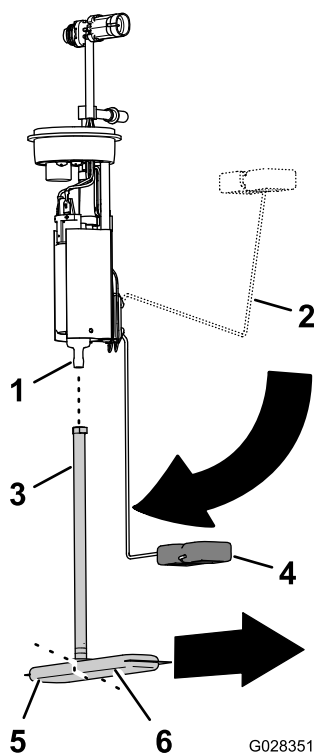

図 83
1. 燃料ポンプのフィッティングから燃料フィルタのピックアップチューブを外す 図 83。
2. 新しい燃料フィルタのピックアップチューブを、燃料ポンプのフィッティングに合わせる 図 83。
3. 燃料フィルタの長い方の脚を、フロートのアームが「残量ゼロ」位置の時のフロートに合わせる 図 83。
4. 燃料ポンプのフィッティングをピックアップチューブの一番奥まで入れる 図 83。
2. 燃料ポンプ / センダーユニットを、燃料タンク内部に入れる 図 82と図 83。